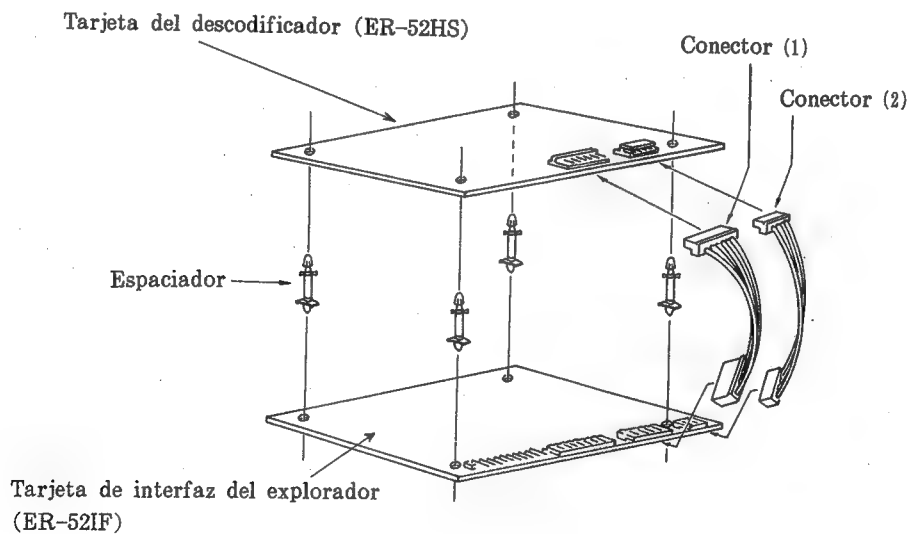
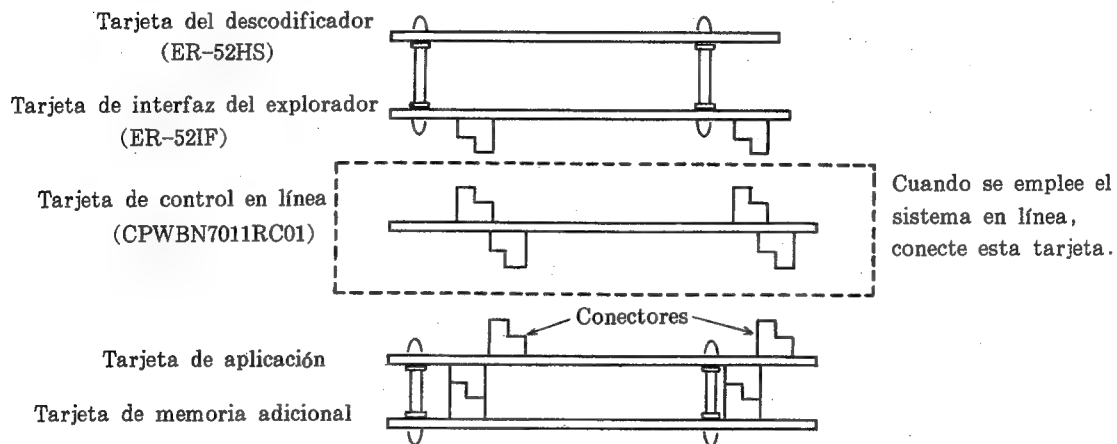

Figura 48
Figura 49
- (3) Acople los espaciadores (4 piezas) a la tarjeta de interfaz del explorador (ER-52IF). (Vea la figura 48.)
- (4) Acople la tarjeta del descodificador a los espaciadores de la tarjeta de interfaz del explorador, y conecte los conectores (1) y (2). (Vea la figura 48 de arriba.)
- (5) Conecte la tarjeta de interfaz del explorador en la tarjeta de aplicación.
- (NOTA) Cuando se emplee el sistema en línea, primero conecte la tarjeta de control en línea (CPWBN7011RC01) en la tarjeta de aplicación, luego conecte la tarjeta de interfaz del explorador en la tarjeta de control en línea. (Vea la figura 49.)